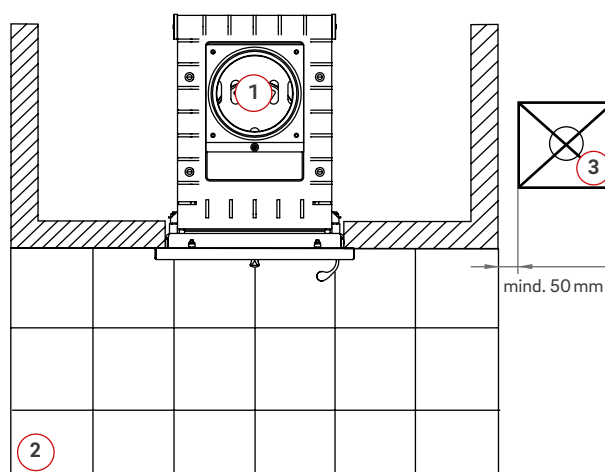

Abb. 8:
- Von den freien Außenflächen der Verkleidung zum Aufstellraum müssen mindestens 50 mm Abstand zu brennbaren Baustoffen (Abb. 8) oder brennbaren Bestandteilen und zu Einbaumöbeln gehalten werden.